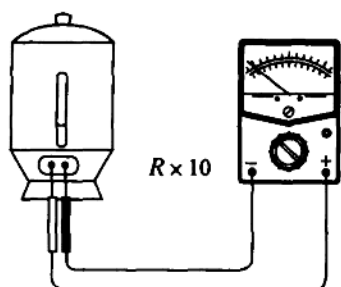
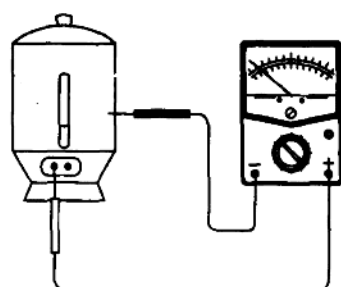

图 1-1-2 测电热杯底座铜柱间阻值
图 1-1-3 测电热杯绝缘电阻
(2) 判断电热杯好坏：见图 1-1-2、图 1-1-3、表 1-1-1。